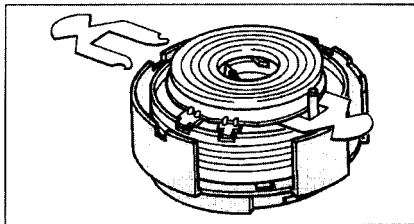

Fig. M6
- Inserire le due lamine Mylar (in dotazione con ogni nuovo disco testine) nel disco testine (Fig. M6).